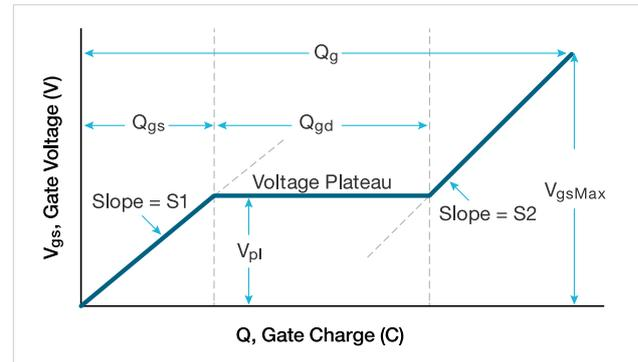

图 1. 功率 MOSFET 的典型栅电压与栅电荷
在栅极电荷方法中，将固定测试电流 (I_g) 引入 MOS 晶体管的栅极，并且测量的栅极源电压 (V_{gs}) 与流入栅极的电荷相对应。对漏极端子施加一个固定的电压偏置。图 1 显示了功率 MOSFET 的栅极电压与栅极电荷的关系。
栅极电荷 (Q) 由给栅极施加电流和时间 ($I_g dt$) 提取得出。门源电荷 (Q_{gs}) 是所需要的电荷，如图 1 所示，以达到饱和区域的开始，在那里的电压 (V_{gs}) 几乎是恒定的。根据 JEDEC 标准，平台 (或 Miller) 电压 (V_{pl}) 定义为 dV_{gs}/dt 最小时的栅源电压。电压平台是当晶体管从 OFF 状态切换到 ON 状态时的区域。